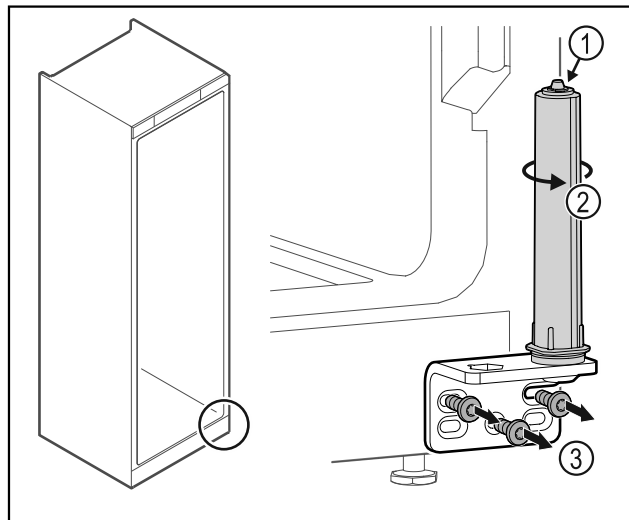

Fig. 34
- Mos e zbërtheni sistemin e mbylljes së derës Fig. 34 (1).
- Rrotulloni sistemin e mbylljes Fig. 34 (2) derisa të kërçasë.
- Lironi vidat e profilin të menteshës Fig. 34 (3).